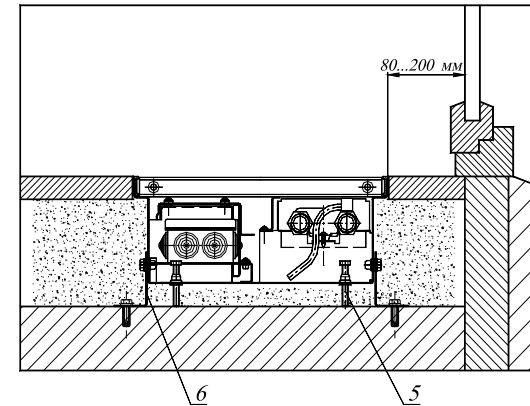

Рис.3
- 5.2. Конвектор монтируется в пол. Установить корпус конвектора в заранее подготовленный канал в полу и выровнять его по уровню пола, с помощью упорных болтов 5 закрепив опорами 6 (см. Рис.3).